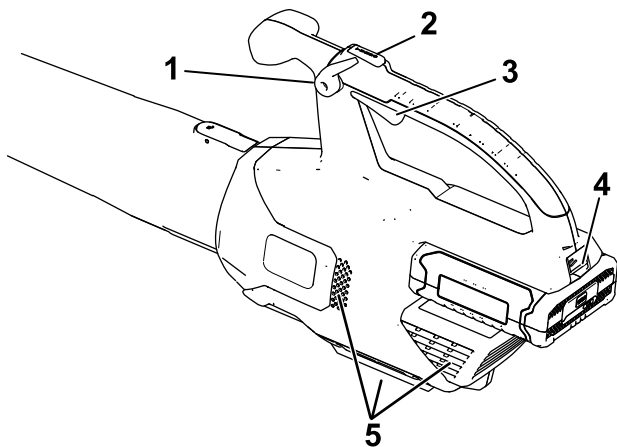

Bild 4
2. Drücken Sie den Abzug für variable Geschwindigkeit, um den Laubbläser anzulassen (Bild 4).
**Hinweis:** Aktivieren Sie die Geschwindigkeitssperre, damit die Maschine läuft, ohne dass Sie den Abzug für die variable Geschwindigkeit drücken müssen (Bild 4).
Halten Sie die Turbotaste für die gewünschte Dauer gedrückt, um die Gebläsegeschwindigkeit zu erhöhen (Bild 4).
Stellen Sie mit dem Abzug für die variable Gebläsestärke die Luftgeschwindigkeit ein (Bild 4).
Aktivieren Sie die Geschwindigkeitssperre, um die aktuelle Gebläsestärke beizubehalten (Bild 4).
Deaktivieren Sie die Geschwindigkeitssperre (falls verwendet) und lassen Sie den Abzug für die variable Geschwindigkeit los, um den Laubbläser abzustellen (Bild 4).